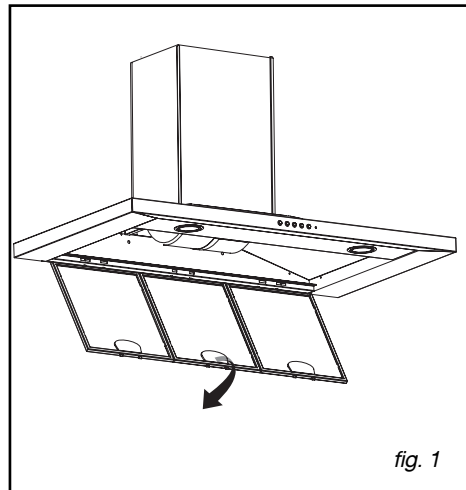

fig. 1
- **Desmontagem do filtro cassete (fig.1)**
- Retire o vigia de iluminação (fig.1).